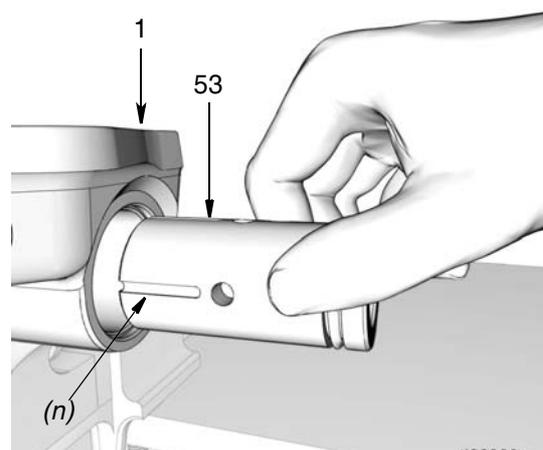

FIG. 41
- Monte el manguito del elemento de la bomba (53) en la base de la bomba (1). Para determinar la orientación correcta de la instalación, consulte FIG. 41.